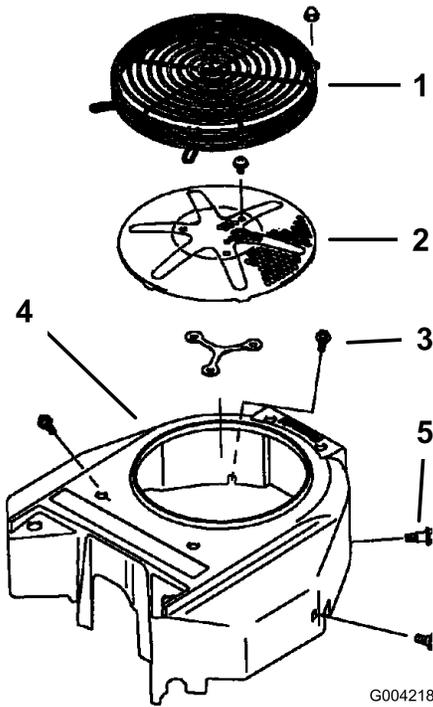

Figura 70
Antes de cada uso, elimine cualquier acumulación de hierba, suciedad u otros residuos de la rejilla del motor. Esto ayudará a asegurar una refrigeración adecuada y una velocidad de motor correcta, y reducirá la posibilidad de sobrecalentamiento y daños mecánicos al motor (Figura 70).
3. Retire la rejilla de entrada de aire, el arrancador de retroceso y la carcasa del ventilador (Figura 70).
5. Instale la rejilla de entrada de aire, el arrancador de retroceso y la carcasa del ventilador (Figura 70).